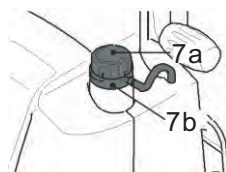

Fig. 15
- > Ajustez le débit du détergent à l'aide du régulateur (7a) situé sur le bouchon (7b) (Fig. 15).